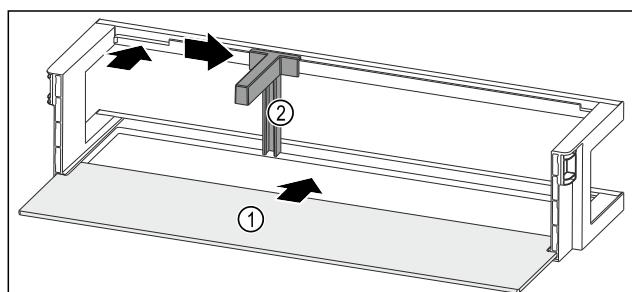

Fig. 136 带搁板的门边存放架
- 将搁板 Fig. 136 (1)推入侧面凹槽。
- 将瓶托 Fig. 136 (2)装入槽中。
- 将瓶托 Fig. 136 (2)推至一侧的所需位置。